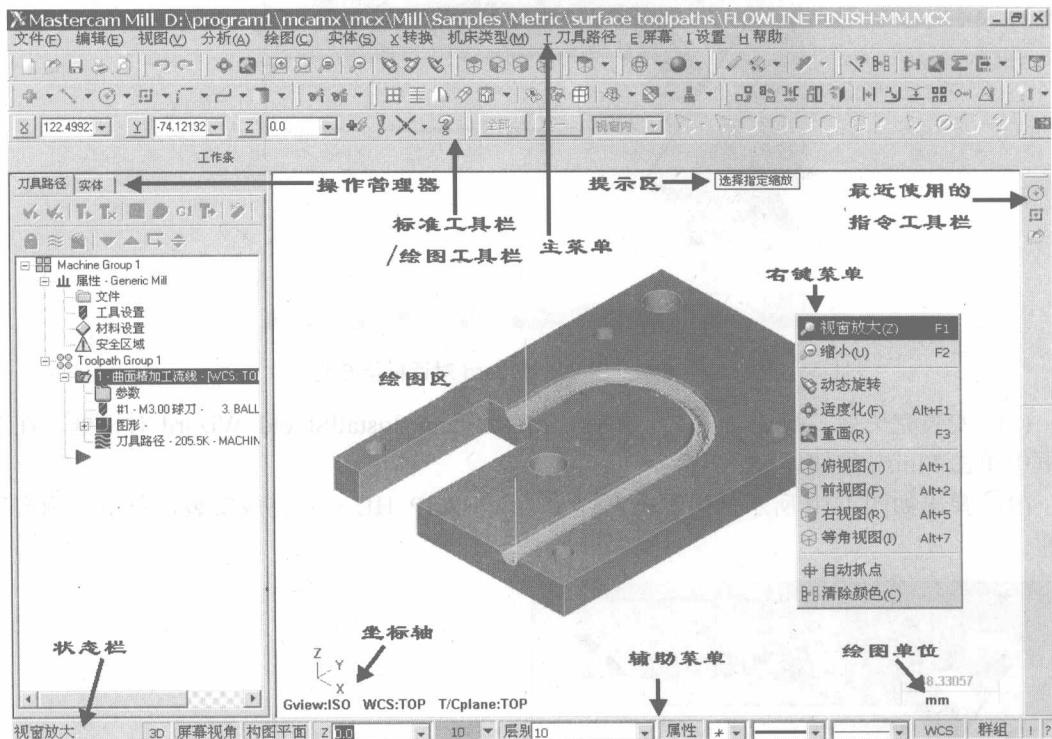

图 1.11 Mastercam V10 操作界面
Mastercam V10 版的操作界面由下列几个主要元素组成(如图 1.11 所示)。
- **指定第一点**：系统提示区。当使用一个指令，需要输入项是选择图素、点或是串连时，在提示栏里会提供一个简要的操作提示(如图 1.11 所示)。